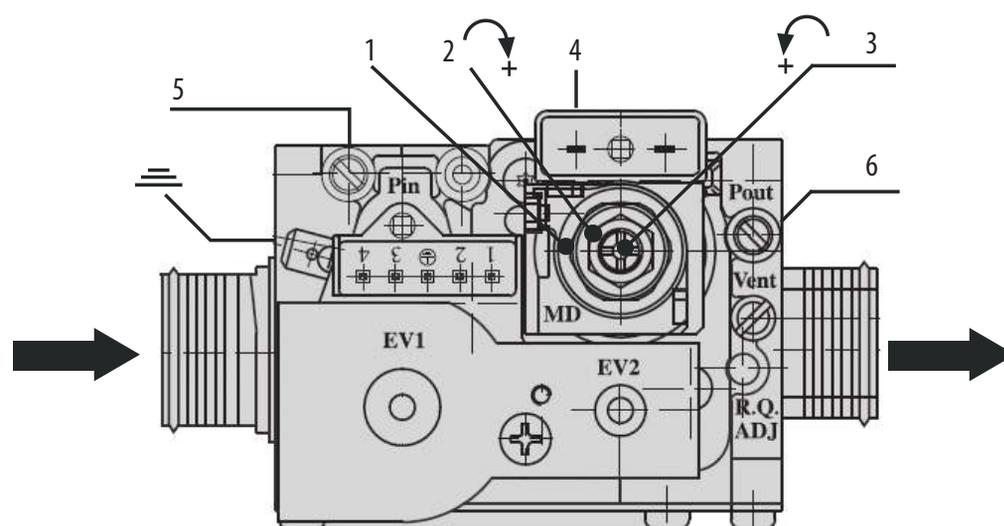

Рис. 18. Газовый клапан.
- Подключите газовый манометр к штуцеру замера давления газа «б» на выходе из газового клапана (см. рис. 18).
- Отсоедините один из проводов с клеммы модулирующей катушки газового клапана (поз. 4 – рис. 18);